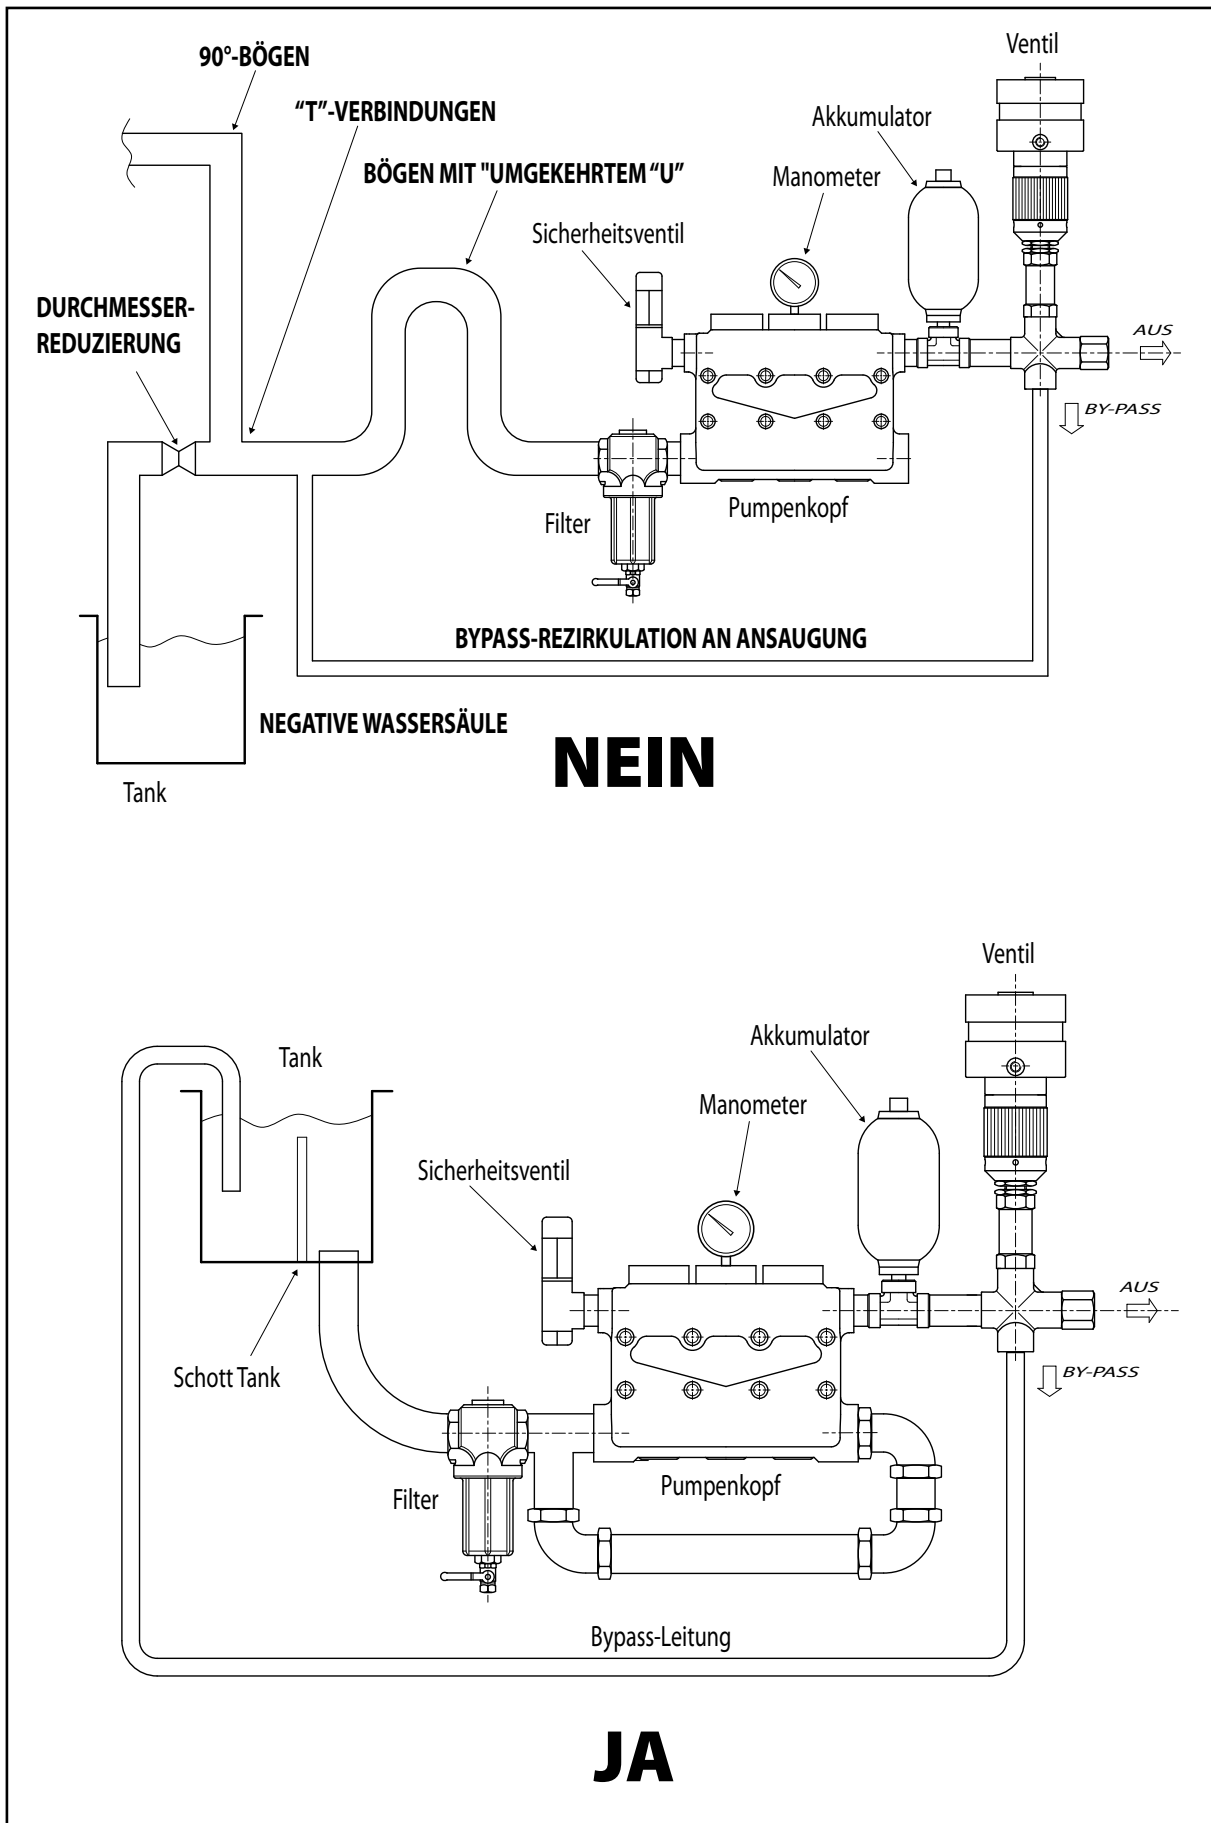

Abb. 2
Für die Hydraulikanschlüsse von Ansaugung, Auslass und By-Pass auf die Abb. 2 Bezug nehmen, wo ein allgemeines Schema einer möglichen Maschine, in die die Pumpe eingebaut ist, dargestellt wurde.
- An der Pumpenansaugung Drosselstellen, Gegenneigung und Bögen mit umgekehrtem "U" vermeiden. Sich dessen versichern, dass die Anlage das Entleeren der Ansaugrohrleitungen beim Anhalten der Pumpe vermeidet (siehe auch Abb. 2).